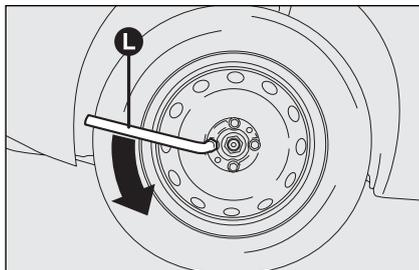

fig. 6
- desserrer d'un tour environ les boulons de fixation, en utilisant la clé fournie **L**-fig. 6; pour les voitures équipées de jantes en alliage, secouer la voiture pour faciliter le détachement de la jante du moyeu de la roue;